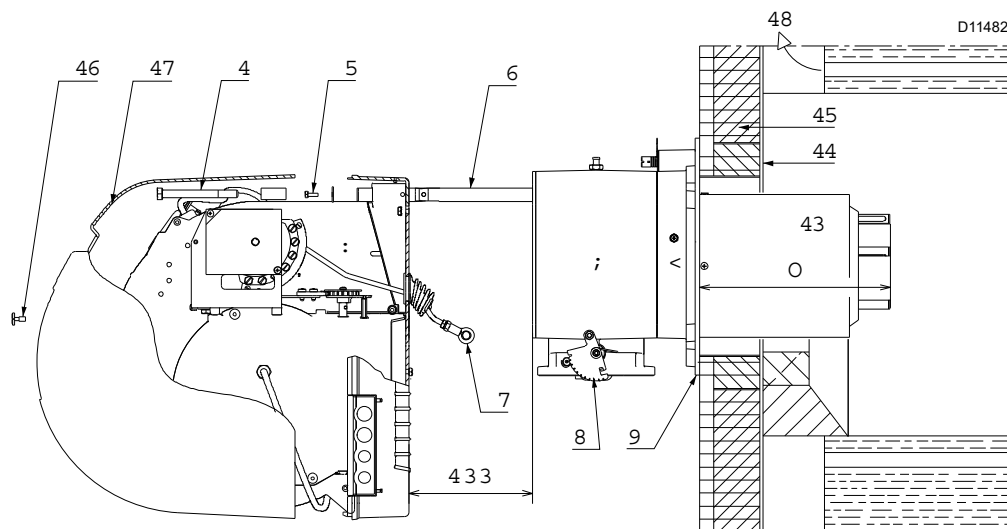
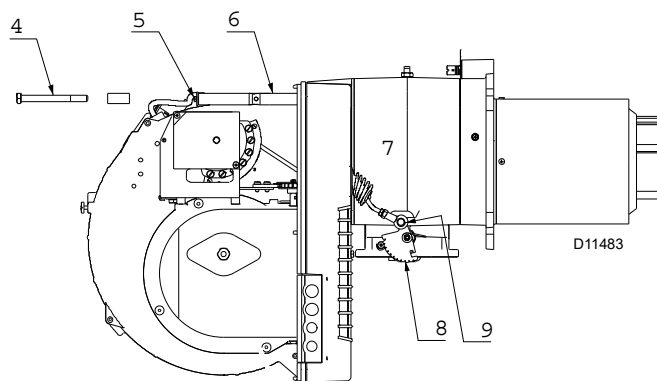

Fig. 10
Fig. 15
Séparer ensuite la tête de combustion du reste du brûleur (Fig. 10).
- Fixer la bride 9) (Fig. 10) à la plaque de la chaudière en interposant l'écran isolant 6) (Fig. 10) fourni.
Une fois terminé le réglage de la tête, remonter le brûleur sur les glissières 3)(Fig. 15) à 100 mm environ du manchon 4) - brûleur dans la position illustrée dans la Fig. 10 à la page 14.
- Insérer le câble de la sonde et le câble de l'électrode et ensuite faire glisser le brûleur jusqu'au manchon, brûleur dans la position illustrée par la (Fig. 15).